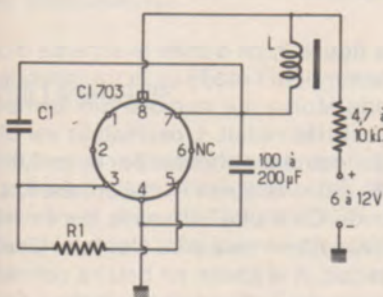
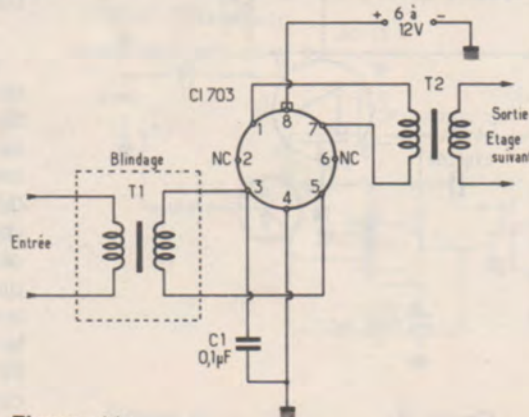

Figure 10
Figure 11
Le montage de la sirène électronique est donné à la figure 10. En moyenne fréquence (FI) le 703 permettra de réaliser un étage amplificateur à grand gain. Le schéma de montage est donné à la figure 11.